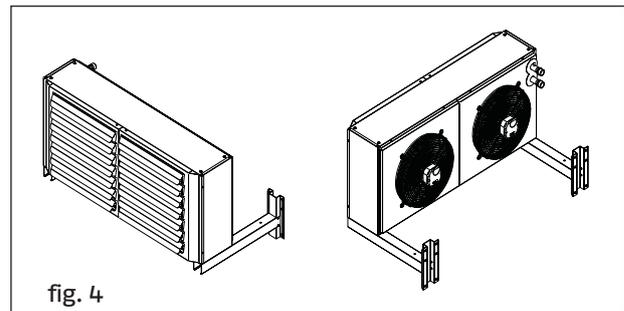

fig. 4
- Sistemati e fissati i due longheroni, si può procedere al montaggio dell'aerotermo (fig. 4). Fissare con le apposite viti, l'aerotermo attraverso i fori presenti sui longheroni.